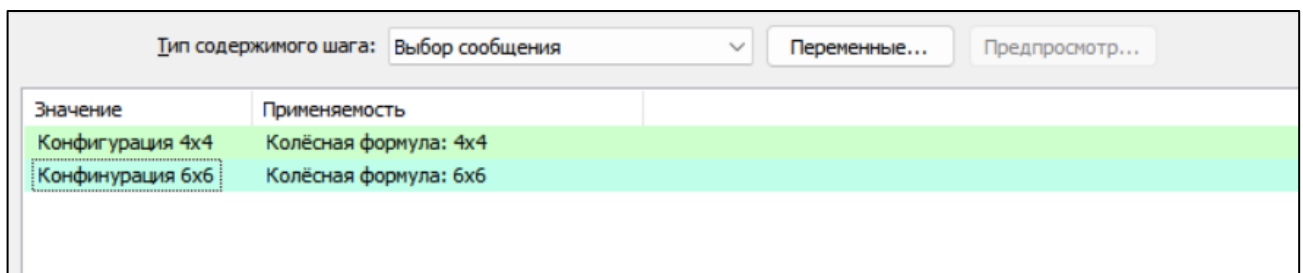

Рисунок 621
- 3) Добавить применяемость для каждого из диалогов (см.п. 38.4) (рисунок 621).